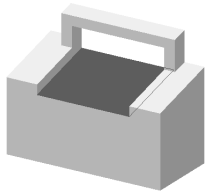

图 5.24.8 切除-拉伸 1
Step6. 创建如图 5.24.8 所示的零件特征——切除-拉伸 1。
(1) 选择命令。选择下拉菜单 **插入(I)** → **切除(C)** → **拉伸(E)...** 命令。